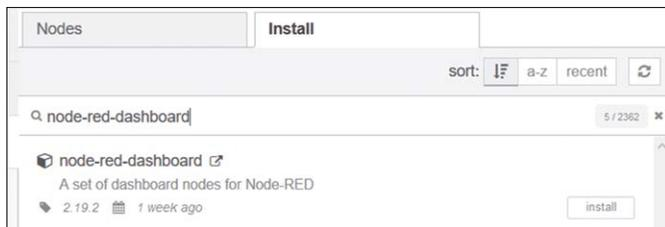

Figure 8.1 Installation du tableau de bord
- Entrer **noeud-rouge-tableau de bord** et cliquez **installer** (voir figure 8.1)